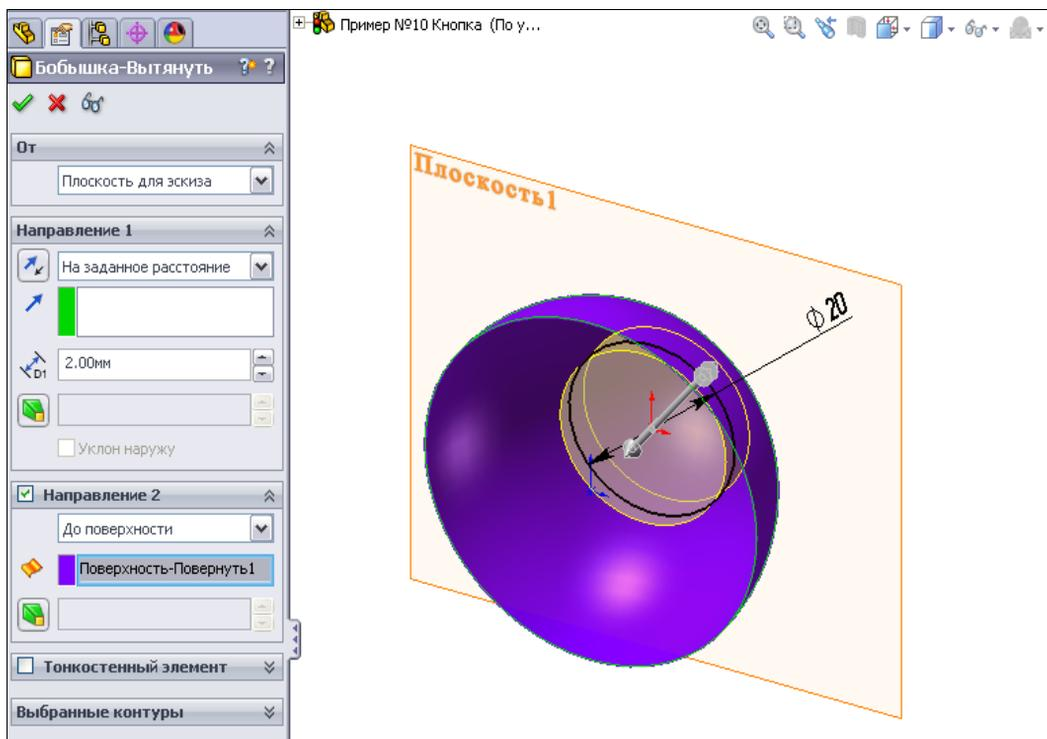

Рис. 2.120
6. Вытянем этот эскиз при помощи команды  — **Вытянутая бобышка/основание**. В разделе **Направление 1** укажем граничное условие — **На заданное расстояние** и зададим глубину 2 мм (рис. 2.120). В разделе **Направление 2** выберем граничное условие — **До поверхности**, в разделе **Грань/Плоскость** укажем поверхность, до которой вытягивается эскиз — **Поверхность-Повернуть1** (рис. 2.120). Закончим построение основания кнопки нажатием **ОК** .